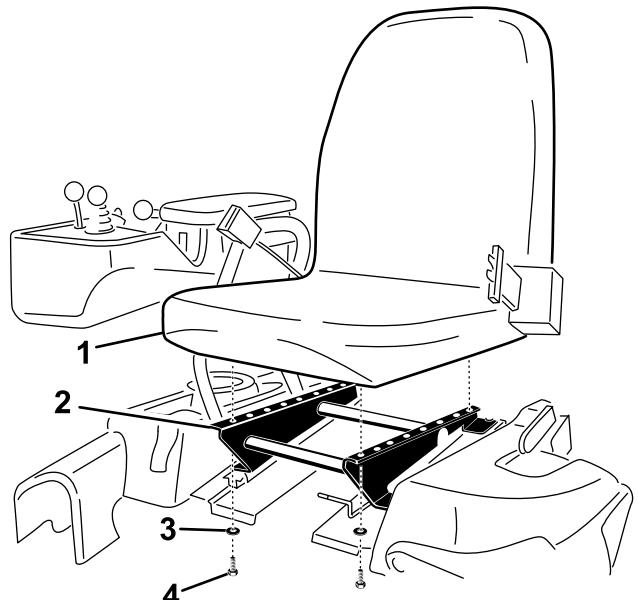

图4
3. 使用之前拆下的4个螺栓和垫圈将座椅固定到座椅底座上图4。